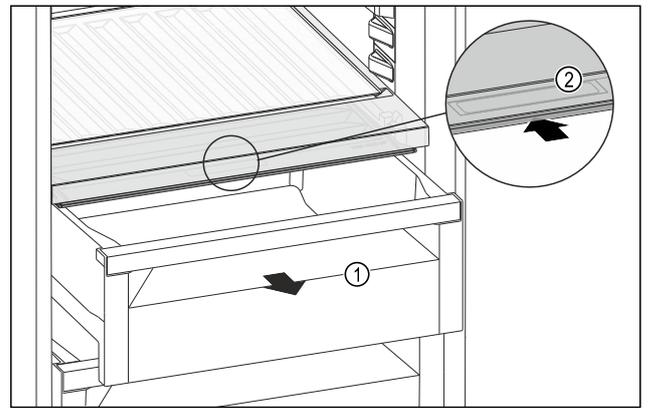

Fig. 125
- ▶ 拉出抽屉 Fig. 125 (1)。
- ▶ 抓住抽屉盖上的内嵌式拉手 Fig. 125 (2)，并同时向后推入抽屉盖。